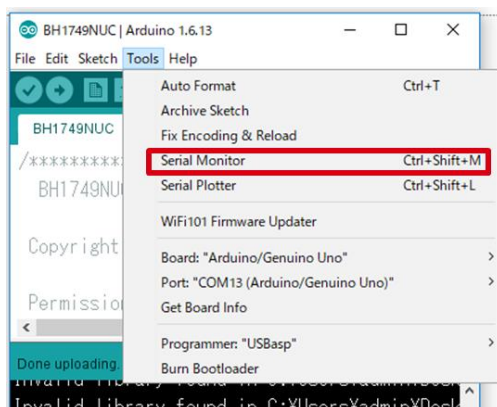

Figure 5. Tools 設定
4. [Tools]->[Serial Monitor]を起動 (Figure 5)